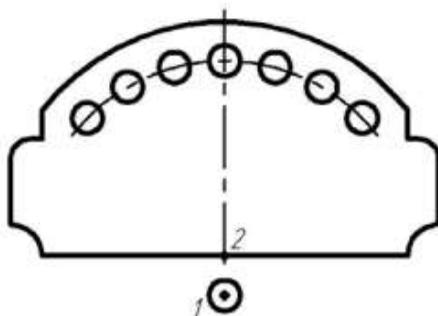

Рисунок 31. Копирование объектов
**Упражнение 4.** Копирование объектов по концентрической сетке (продолжение). Самостоятельно закончите построение чертежа детали, построив семь отверстий по образцу (рис. 31).